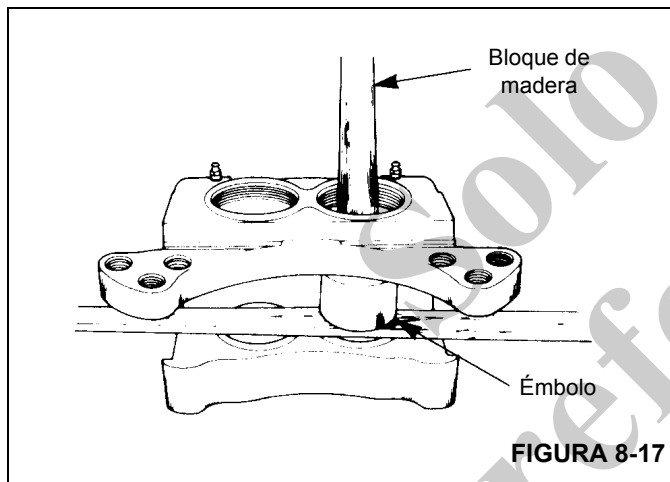

FIGURA 8-17
7. Retire los émbolos del lado de la caja con la placa de montaje. Empuje los extremos de los émbolos para forzarlos fuera por el lado del disco de la caja (Figura 8-17).